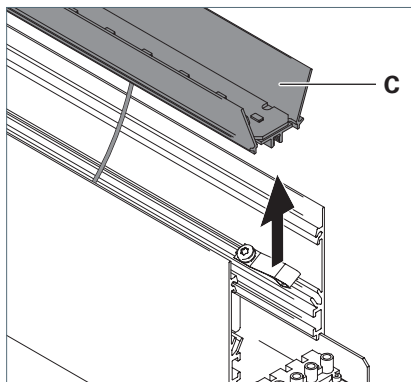

Fig. 20: Rimozione del riflettore.
- Rimuovere il riflettore **C** dall'apparecchio e posizionarlo accanto all'apparecchio, vedi Fig. 20.